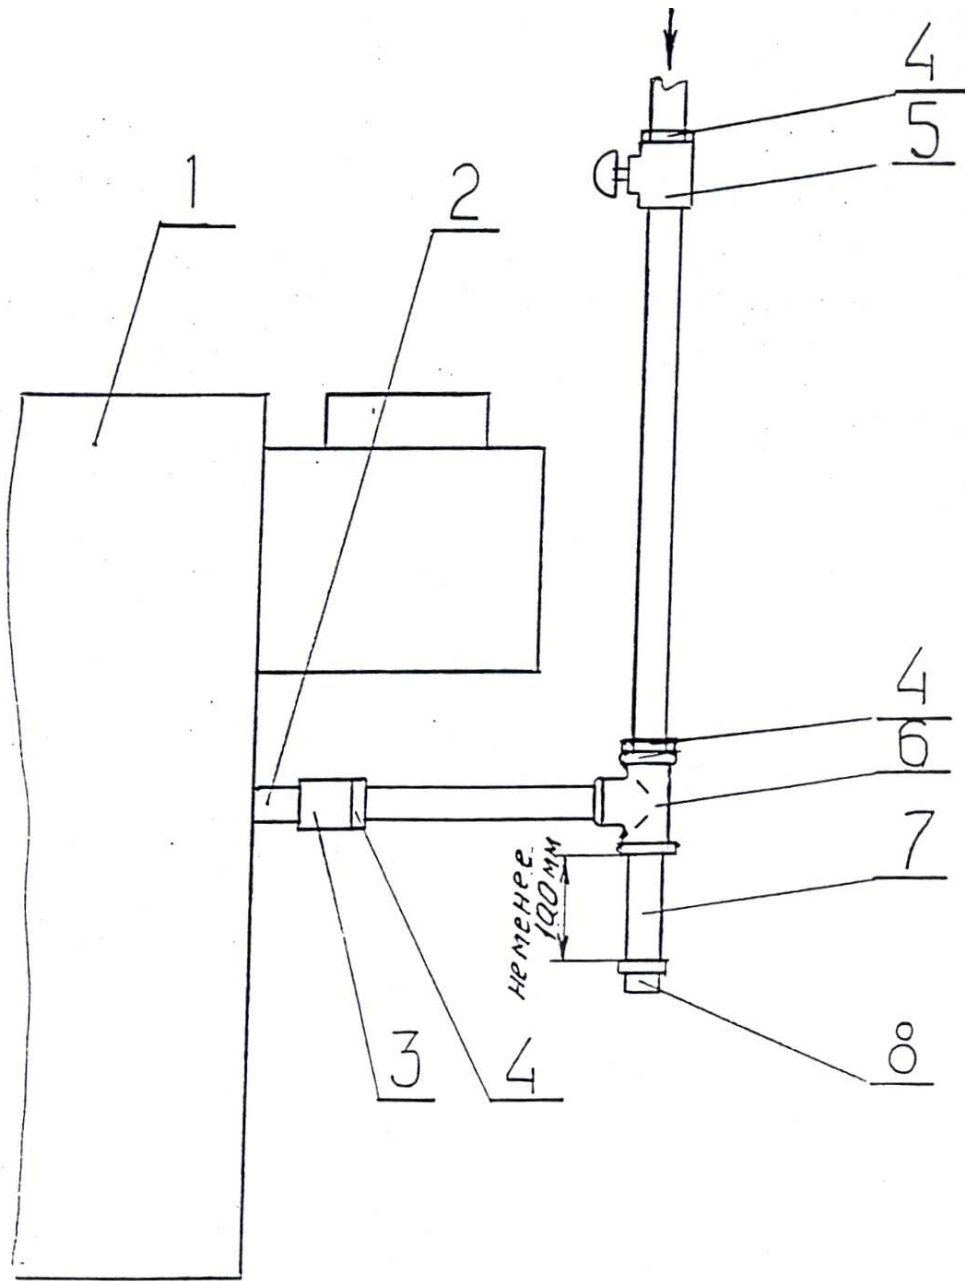

Рис.6. Схема подсоединения котла к газопроводу.
5.7. На газоподводящей трубе перед котлом обязательно должен быть установлен газовый кран, перекрывающий доступ газа к котлу / см. рис. 6 /.
5.8. Рекомендуется на входе газопровода в котел устроить ловушку- отстойник /см. рис. 6/.